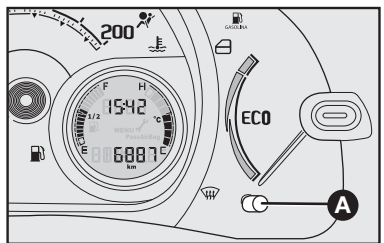

fig. 35
- Hodômetro parcial (ver botão de comutação: parcial/total) (A-fig. 35).
- Selecionar o hodômetro total através do botão A-fig. 35.